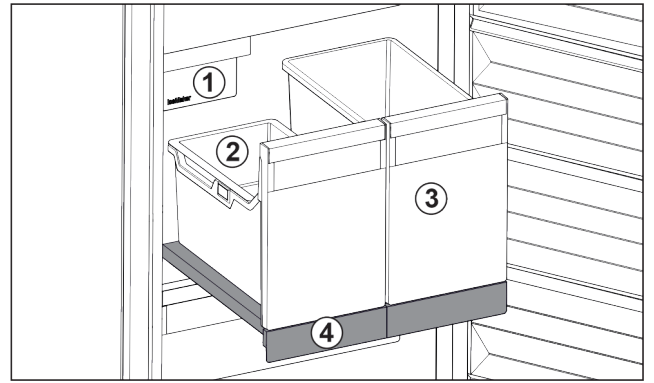

Fig. 88 Vyťahovacia polička s IceTower
- (1) IceMaker
- (2) Závašná miska na kocky ľadu
- (3) Nádoba napríklad na pizzu, alkoholické nápoje
- (4) Vyťahovacia polička
Na vyťahovacej poličke sú dve vysoké nádoby (IceTower). V nádobe Fig. 88 (2) sa hromadia a skladujú kocky ľadu z IceMaker. Nádoba Fig. 88 (3) sa hodí na skladovanie vysokých potravín, ako sú pizze alebo alkoholické nápoje.